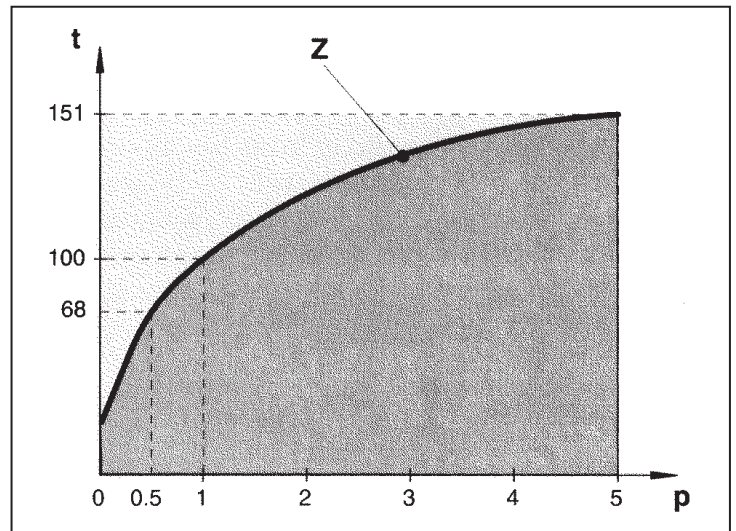

Fig. 11.19
En réalisant un nombre significatif d'essais, dans diverses conditions, l'on obtient un graphique (Fig.11.19) dans lequel la courbe (Z) est formée de toutes les conditions de pression/température en correspondance desquelles l'état liquide et l'état de vapeur saturée de l'eau sont en équilibre. En correspondance de ces combinaisons, en fournissant de la chaleur, l'on obtient la transformation du liquide en vapeur ; tandis que, en prélevant de la chaleur, l'on obtient la transformation de la vapeur en liquide.